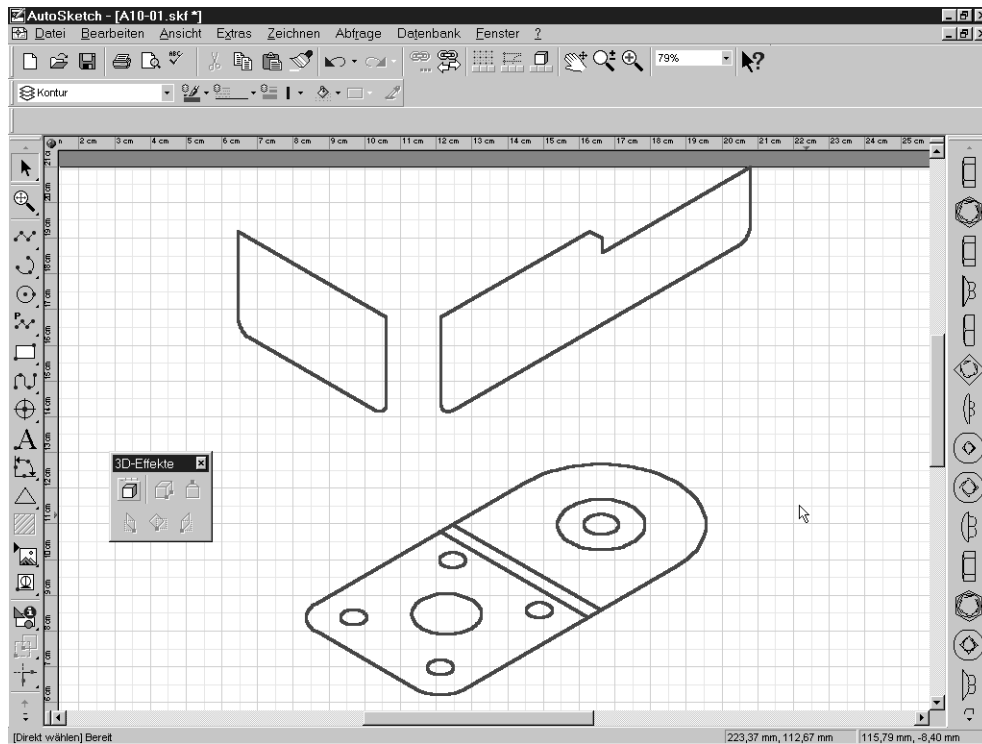

Abbildung 10.6: Konturen in den isometrischen Ebenen
- Sie haben jetzt drei Konturen in verschiedenen isometrischen Ebenen verteilt auf dem Blatt (siehe Abbildung 10.6). Diese müssen jetzt noch zusammenmontiert und bearbeitet werden.